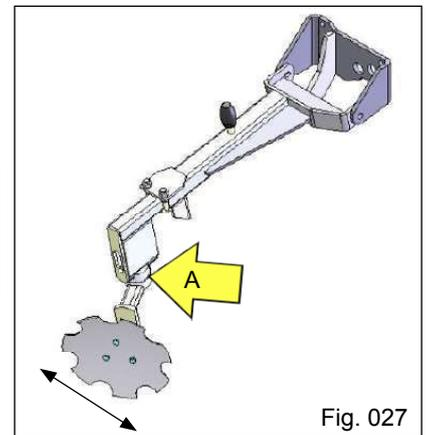

Fig. 027
a) Solte o parafuso “A” (Fig. 027) que fixa as castanhas dentadas ao suporte do disco marcador e haste do marcador;
b) Gire o disco marcador na posição desejada e aperte o parafuso “A” (Fig. 027).